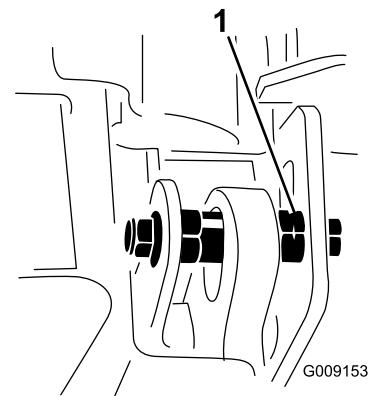

図 8
**注** 偏心カムの突起部から 180° の位置にノッチが切ってあります（図 8）。偏心カムでの調整を行う時、この突起部からのノッチが目安になります。